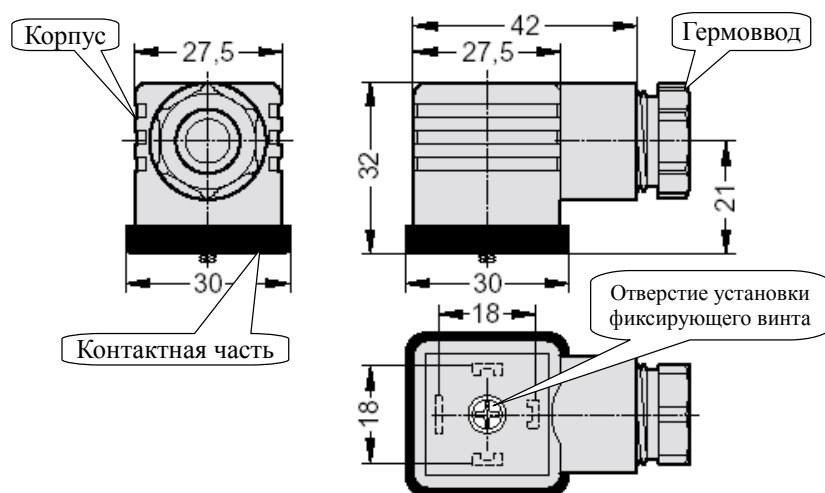
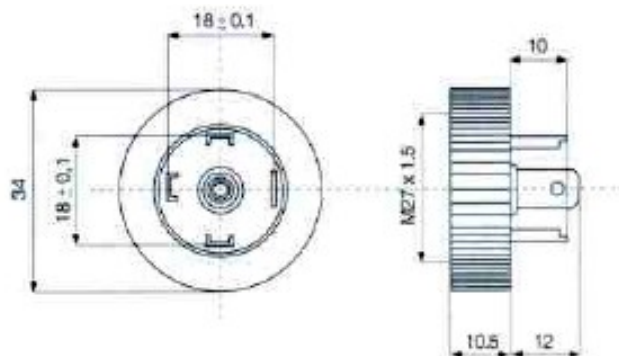

Рисунок 2 - Соединитель электрический DIN 43650 (ISO 4400), форма А
Рисунок 3 - База для соединителя электрического DIN 43650 (ISO 4400), форма А
- Отвернуть и вынуть фиксирующий винт электрического соединителя (Рисунок 2). Снять соединитель с базы (Рисунок 3) и выдвинуть его контактную часть, толкая хвостовик в отверстие установки фиксирующего винта.